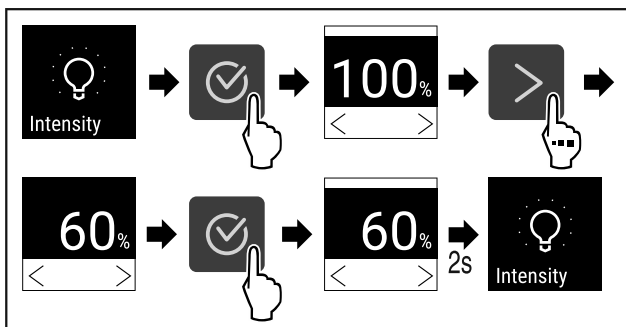

Fig. 71
- ▶ Efectuați pașii de acțiune (vezi Fig. 71).